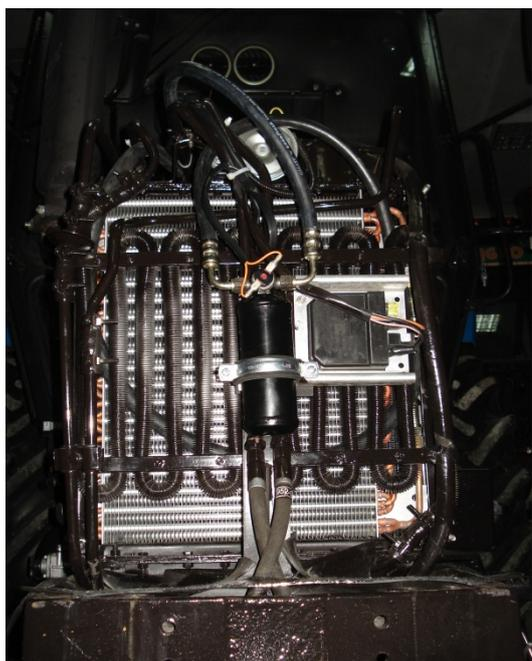
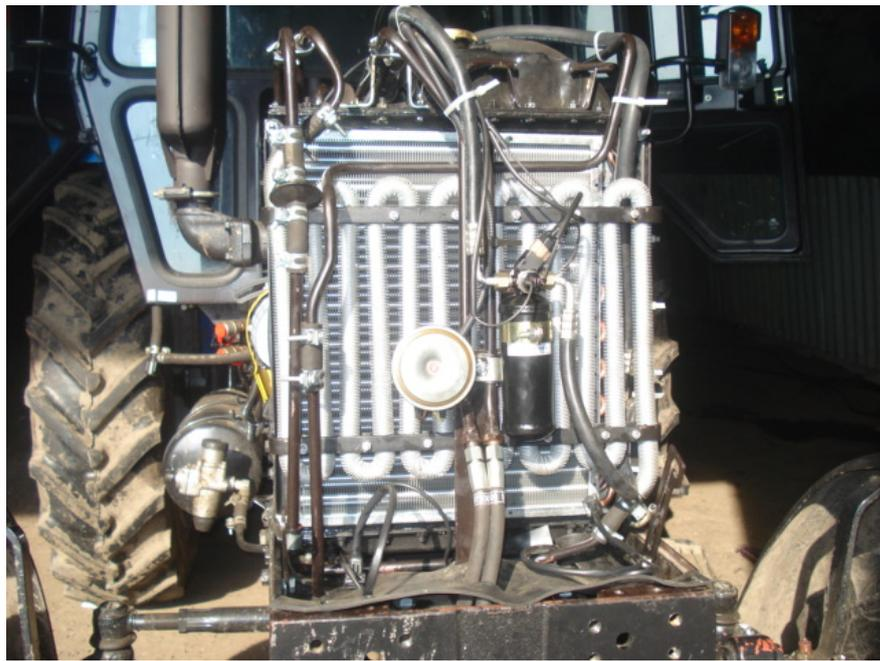

Рис. 7
Рис. 8
- 3.6. Произвести монтаж датчика давления LP/HP (фото). (Рис. 7; Рис. 8)